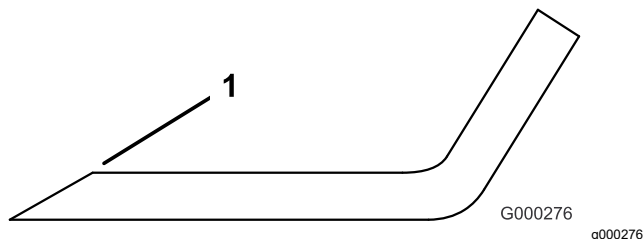

Figura 125
3. Inspeccione as extremidades de corte de todas as lâminas e afie-as se apresentarem sinais de desgaste ou ranhuras (Figura 125).
Nota: Afie apenas a zona superior da parte cortante e mantenha o ângulo de corte original para garantir um desempenho eficaz da lâmina (Figura 125). A lâmina manterá o equilíbrio se retirar a mesma quantidade de material de ambas as extremidades de corte.